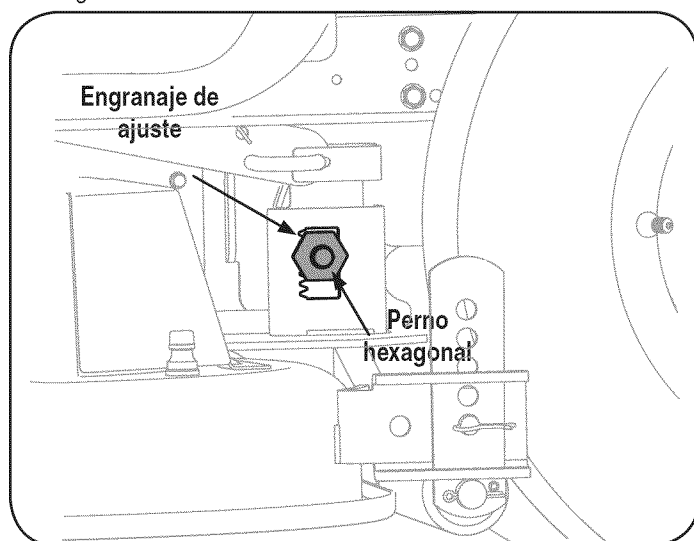

Figura 24
3. Afloje, pero NO extraiga, el perno de cabeza hexagonal ubicado en la ménsula de suspensión izquierda de la plataforma. Vea la Figura 24.
4. Con una llave, levante o baje el lado izquierdo de la plataforma girando el engranaje de ajuste. Vea la Figura 24.